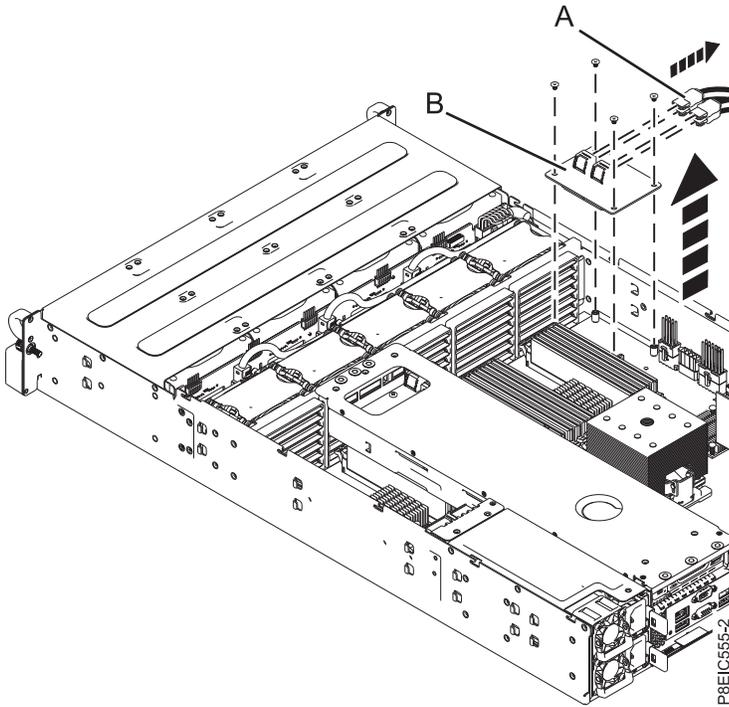

Figure 40. Retrait de la carte mezzanine de stockage
4. Desserrez et retirez les quatre vis qui permettent de fixer la carte mezzanine de stockage (B) au fond de panier système, puis retirez la carte mezzanine de stockage, comme illustré dans la figure 40, à la page 36.